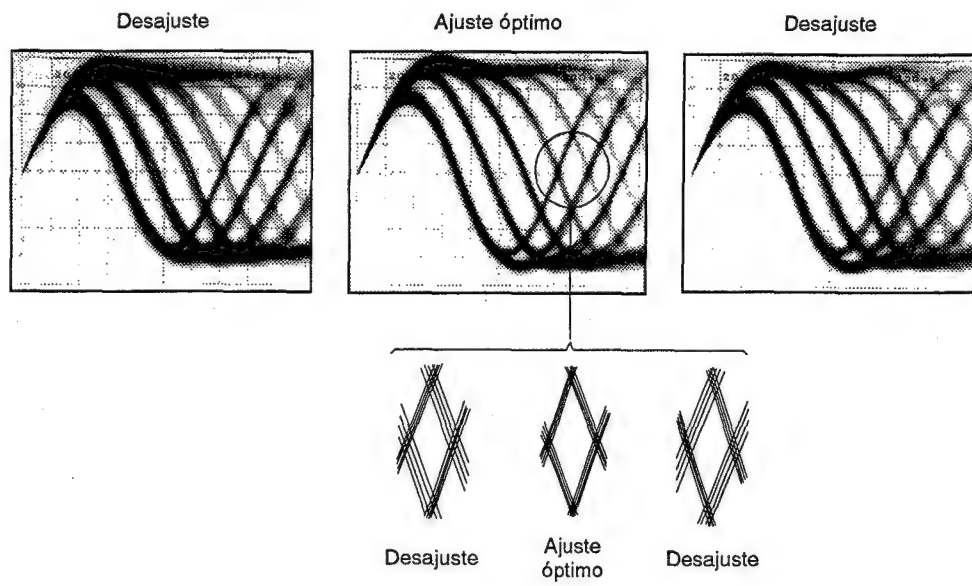

Figura 5 Patron optico
- A continuación, ajuste el tornillo de ajuste de inclinación tangencial con un destornillador Phillips hasta que el patrón ocular (la forma de diamante del centro de la señal de RF) pueda verse con la mayor claridad (figura 5).